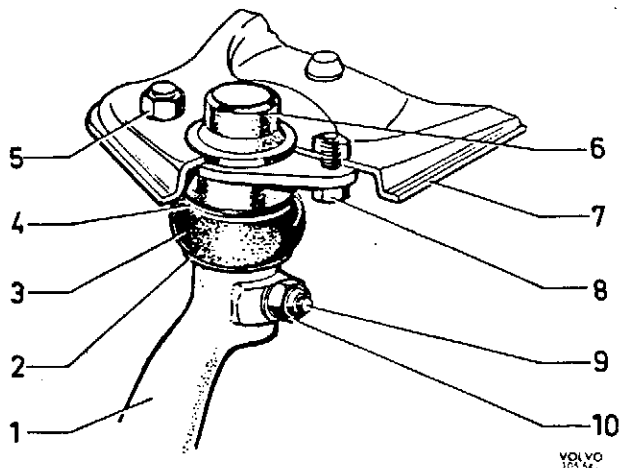

Abb. 26 Befestigung des oberen Kugelgelenkes
3. Muttern (5, Abb. 26) lösen und die Schrauben (8) entfernen. Oberen Querlenker (7) hochdrücken.
4. Mutter (10) lösen und die Schraube (9) herausdrehen. Oberes Kugelgelenk (6) einschl. Dichtring und Gummistaubkappe vom Lenkhebel am Achsschenkel abbauen.
schmieren. Gleichzeitig überprüfen, daß Kugelpfanne und Sicherungsringe richtig angebracht sind, vgl. Abb. 26.
4. Muttern (5, Abb. 26) und Befestigungsschrauben (8) für das obere Kugelgelenk lösen und den oberen Querlenker abnehmen.